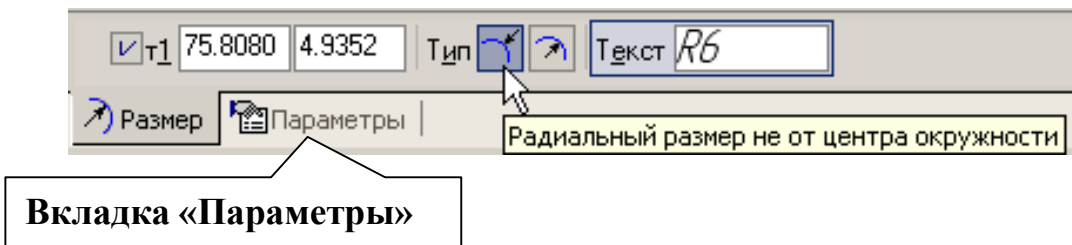

Рис. 8
- Проставьте размер радиуса $R6$. Для этого установите курсор на дуге, щелкните левой кнопкой мыши, выберите **Радиальный размер не от центра окружности**, активизируйте вкладку **Параметры**, рис. 8.